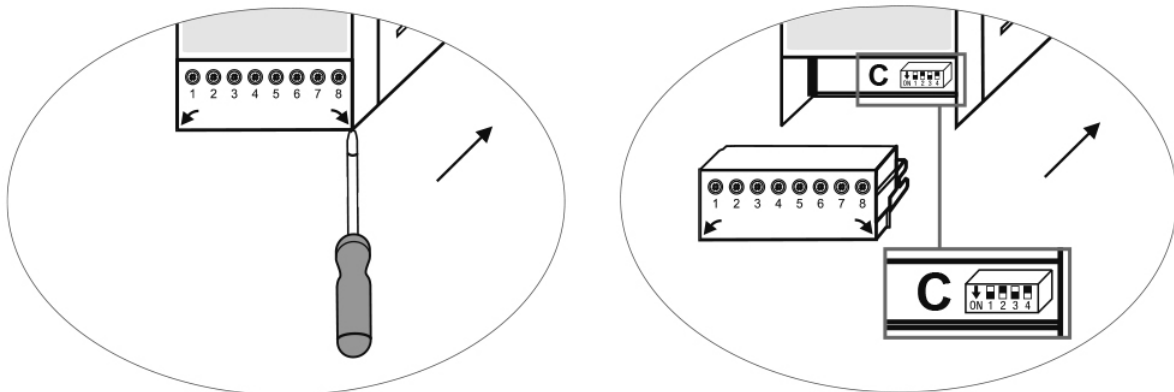

Fig. 9
Commutateur de code C : S1 = OFF, S2 = OFF, S3 = ON, S4 = ON Voir Figure 9
- Retirer le bornier inférieur (Fig. 9).